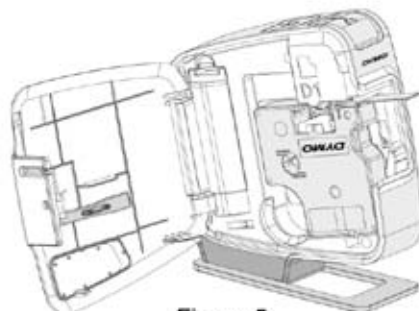

Figure 5
- 3 Insérez la cassette et appuyez fermement jusqu'à ce qu'elle s'enclenche. Voir Figure 5.